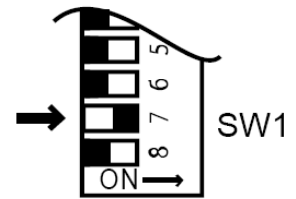

Fig. 3
9. Fuerce al equipo a trabajar en régimen 'Mínimo' de combustión colocando en 'ON' el microinterruptor N.7 (Fig.3) del bloque de microinterruptores SW1.